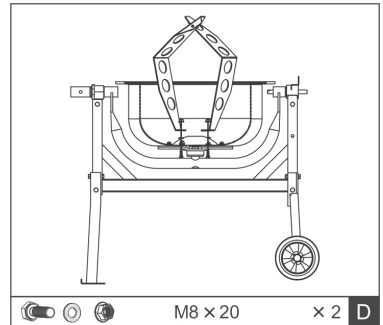

Fig.8
5. Monter les pales de mélange. Placer les pales de malaxage sur le fond du tambour et les monter avec deux vis M8x16 et des écrous. Utilisez un disque en cuir entre le fond du tambour et les pelles. Serrer légèrement les vis (D), Fig. 8.